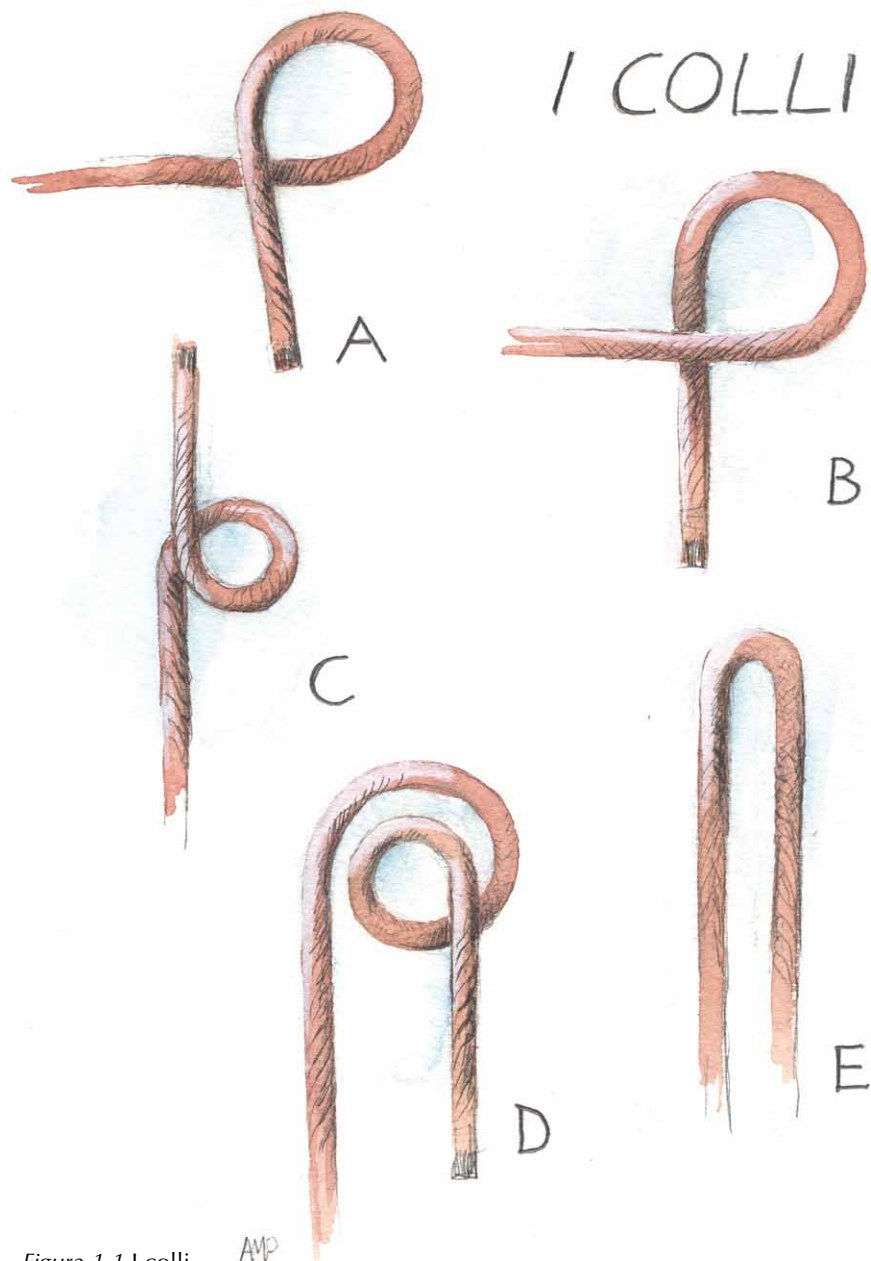

Figura 1.1 I colli
- La base di quasi ogni nodo è il **mezzo collo**, che si ottiene facendo ruotare il corrente rispetto al dormiente di circa 3/4 di giro. Alla fine il corrente risulterà orientato di 90 gradi rispetto al dormiente (vedi Figura 1.1, A e B).
- Il **collo completo** si ottiene invece ruotando il corrente di un giro completo, ovvero di 360 gradi. Alla fine il corrente avrà la stessa direzione del dormiente (vedi Figura 1.1, C).
- La **volta tonda** fa un giro e mezzo e riporta il corrente parallelo al dormiente (vedi Figura 1.1, D).
- Il **doppino** si fa semplicemente portando il corrente parallelo al dormiente, (vedi Figura 1.1, E).
- **diritti o normali** se il corrente passa *sopra* al dormiente (vedi Figura 1.1, A).
- **rovesci** se il corrente passa *sotto* al dormiente, (vedi Figura 1.1, B).